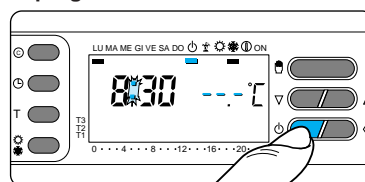

Fig. 69
13.4 - Premere due volte il pulsante  (fig.69). Il segmento attivo sotto  conferma